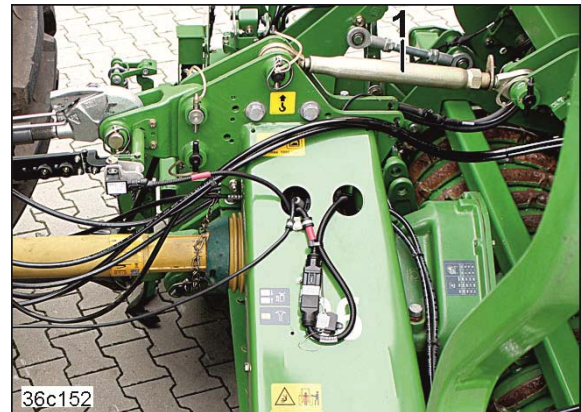

Fig. 146
16. Løsne toppstaget (Fig. 146/1).